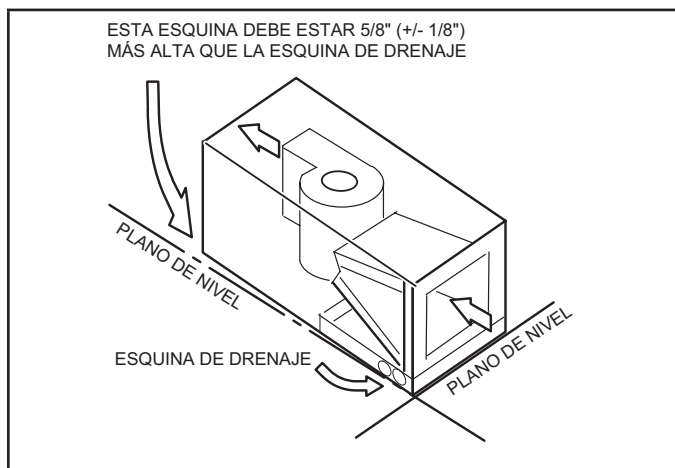

FIGURA 10. Inclinación de la unidad para un drenaje apropiado
- 3 - Coloque la unidad de modo que esté inclinada hacia el extremo del colector de drenaje de flujo ascendente y nivélela desde el extremo delantero al extremo trasero (ver la Figura 10).
Asegúrese de que la unidad esté inclinada (similar a la pendiente en la Figura 10) de modo que el colector de drenaje se vacíe por completo sin que quede agua estancada en el colector.
- 6 - Instale una trampa de 2 pulg. en las líneas de drenaje principales (primarias) lo más cerca posible de las unidades (ver la Figura 10). Asegúrese de que el extremo superior de la trampa esté debajo de la conexión al colector de drenaje para que el colector se drene por completo.